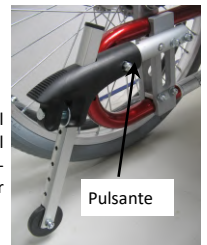

fig. 5.4: Routine antiribaltamento estraibile
* versione estraibile (fig. 5.4) qualora presente:
Tale sistema ha la possibilità di togliere completamente il dispositivo antiribaltamento dal telaio pigiando il pulsante indicato in fig. 5.4. Per l'inserimento pigiare il pulsante ed inserire il tubo facendolo scorrere fino a quando il pulsante non si alloggerà nella relativa sede. Controllare il corretto inserimento verificando l'impossibilità del distacco del dispositivo dal telaio. Per il funzionamento vedere la sezione (standard fissa).